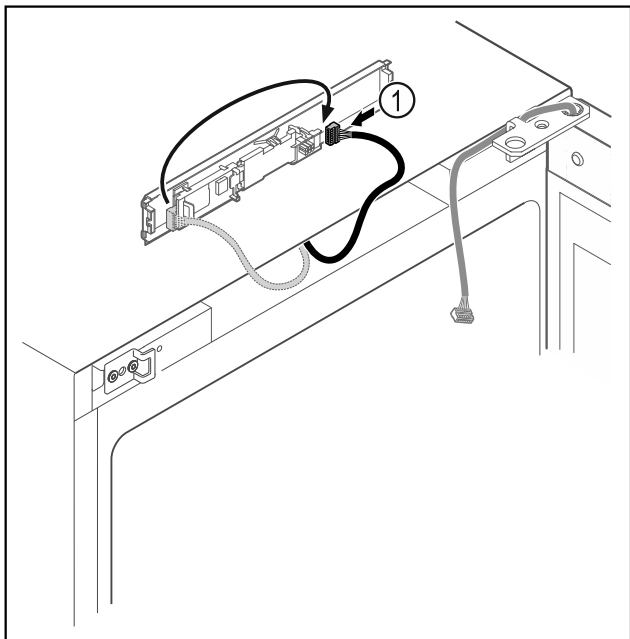

Fig. 11
- Lidhni spinën Fig. 11 (1) në qark në anën tjetër.